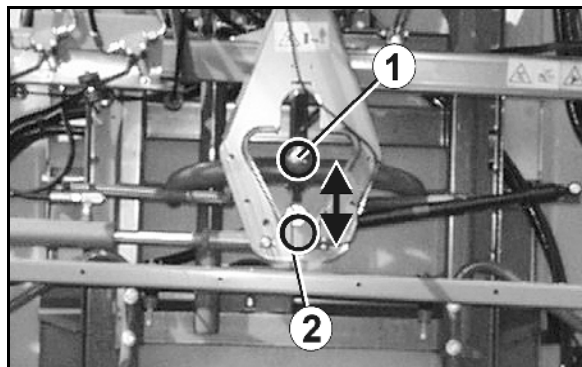

Fig. 70
O bloqueio do sistema de compensação de oscilação (Fig. 70/1) é indicado no terminal de comando.
- O sistema de compensação de oscilação (Fig. 70/1) desbloqueia e a armação de pulverização desdobrada pode oscilar livremente em relação ao suporte da armação.